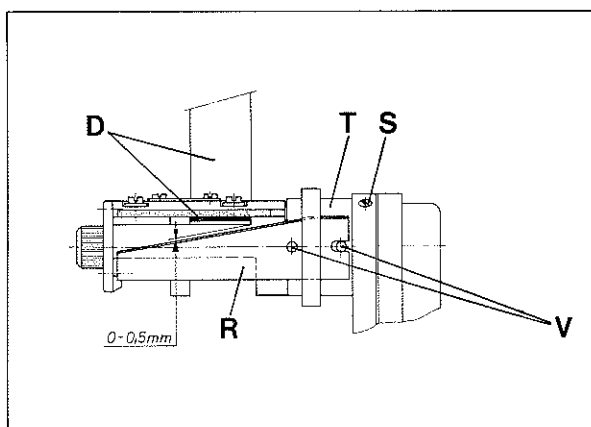
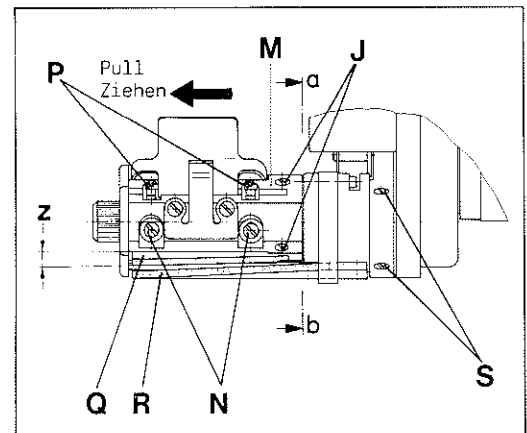
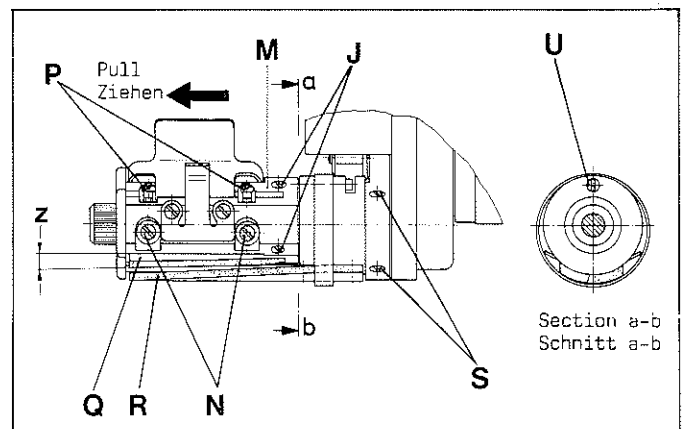

Fig.50
Fig. 49
Fig.51
Loosen the two screws (N, Fig. 49) very slightly and set with stop screws (P) the lower knife (Q) down so far that the cutting edges of upper and lower knife will press slightly against each other at the right where the cutting starts.
Lösen Sie die beiden Schrauben (N, Fig. 49) ganz leicht und stellen Sie mit den beiden Anschlagsschrauben (P) das Untermesser (Q) soweit nach unten, daß die Schneidkanten von Ober- und Untermesser rechts, wo das Schneiden beginnt, leicht gegeneinander drücken.
Now by further turning in the left screw (P) set the lower knife (Q) in a slightly slanting position (shear angle z , Fig. 49), so that both knives remain in punctual contact while cutting.
Loosen screw (S, Fig. 50) and rotate bushing (T) with upper knife (R) so that there will be a distance of 0 to 0,5 mm (0 to .020 in.) for the tape (D), see Fig. 50. Retighten screw (S).
Loosen screws (J, Fig. 49) and pull-off knife holder assembly (M) in direction of the arrow (see Fig. 49) and remove the plastic washer. Turn clamp bolt (U, Fig. 51) in any direction by 180° and remove the upper knife (R, Fig. 50).
Insert a new upper knife on bolts (V) and turn clamp bolt (U, Fig. 51) again by 180° which fastens the knife.
Replace the plastic washer and slip-on knife holder assembly (M, Fig. 49), rotate it into the correct position with respect to the lower knife (R) and retighten screws (J).
Stellen Sie nun durch weiteres Eindrehen der linken Schraube (P) das Untermesser (Q) leicht schräg (Scherwinkel z , Fig. 49), so daß beim Schneiden beide Messer punktförmig in Kontakt bleiben.
Lösen Sie die Schraube (S, Fig. 50) und verdrehen Sie die Buchse (T) mit dem Obermesser (R) so, daß für das Band (D) ein Abstand von 0 bis 0,5 mm entsteht, siehe Fig. 50. Ziehen Sie die Schraube (S) wieder an.
Lösen Sie die Schrauben (J, Fig. 49) und ziehen Sie den kompletten Messerhalter (M) in Pfeilrichtung (siehe Fig. 49) ab und entfernen Sie die Kunststoffscheibe. Drehen Sie den Spannbolzen (U, Fig. 51) in beliebiger Richtung um 180° und entfernen Sie das Obermesser (R, Fig. 49).
Setzen Sie ein neues Obermesser auf die Bolzen (V) und drehen den Spannbolzen (U, Fig. 51) wieder um 180°, damit ist das Messer befestigt.
Legen Sie die Kunststoffscheibe auf und schieben Sie den kompletten Messerhalter (M, Fig. 49) wieder ein, verdrehen Sie ihn in die richtige Stellung zum Untermesser (R) und ziehen Sie die Schrauben (J) wieder an.